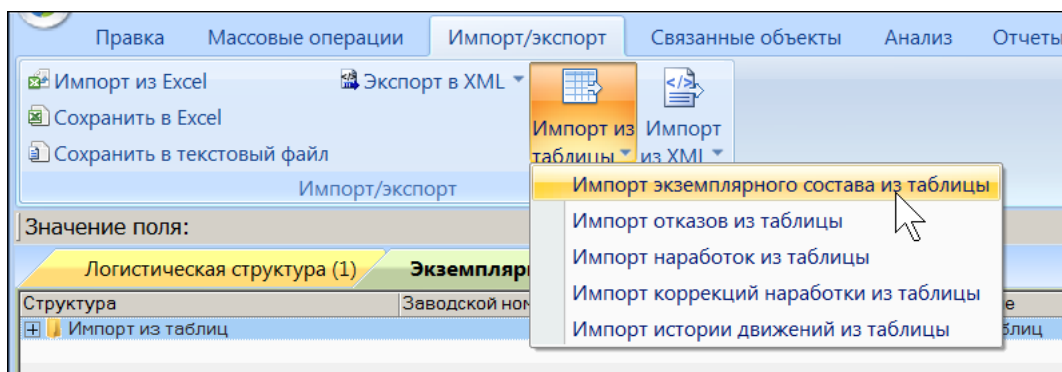

Рис. 14-31 – Вызов диалогового окна импорта из таблицы в рабочем окне «Экземпляры»
- 3) Нажать кнопку «Импорт из таблицы» панели «Импорт/экспорт» и из раскрывшегося списка выбрать пункт «Импорт экземплярного состава из таблицы» (рис. 14-31).